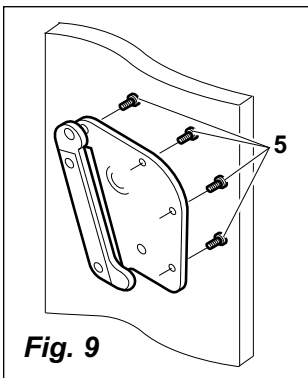

Fig. 9
- Fixer les plaques de support de l'extérieur aux parois latérales à l'aide des 4 vis à tête fraisée 5 M8 x 30 mm, voir **fig. 9**